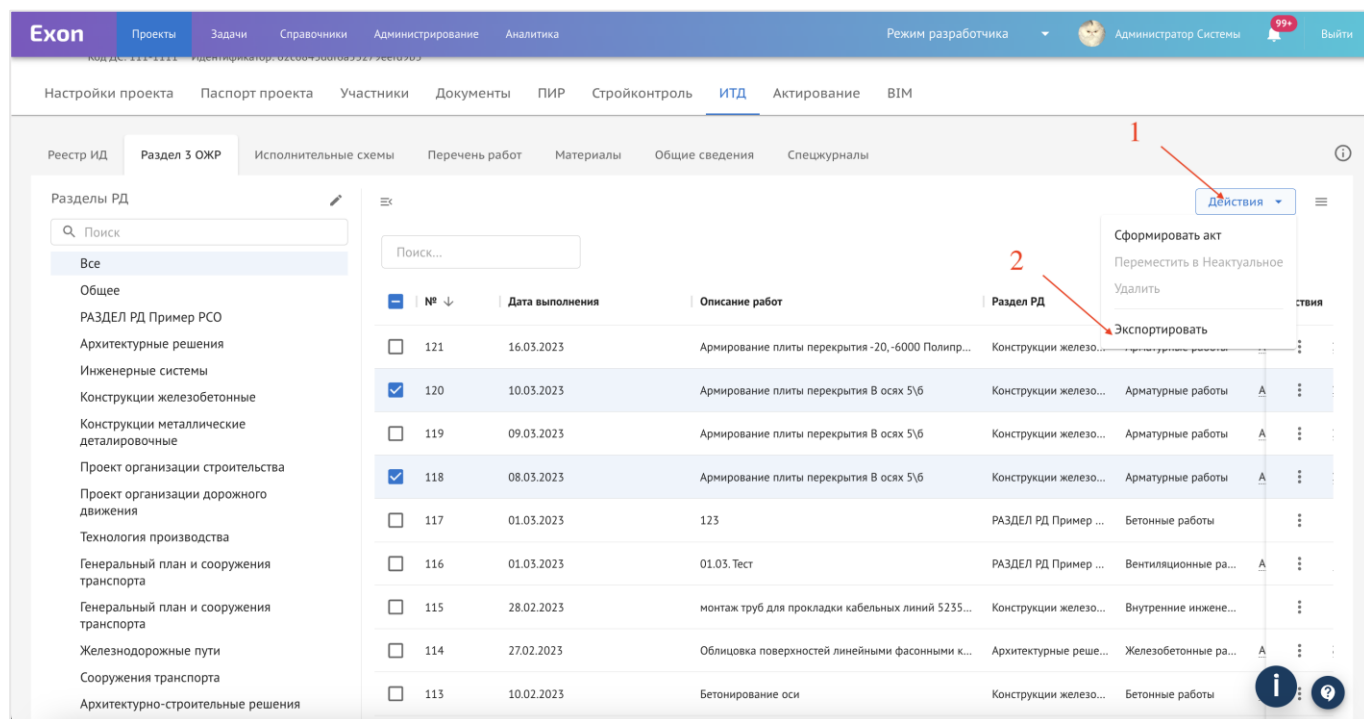

Рис. 54 – Экспорт записей из 3 ОЖР
2. Нажать на «Действия» (1) и выбрать «Экспортировать» (2) после чего файл будет скачен на устройство (рис. 54).